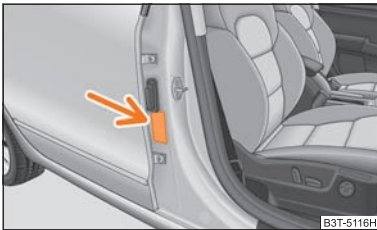

Fig. 166 Autocolant pe stâlpul central al portierelor, partea pasagerului față
- Asupra acestui aspect atenționează și autocolantul amplasat pe partea dreaptă, pe stâlpul central al portierelor → fig. 166. Eticheta poate fi observată după deschiderea portierei pasagerului față. În unele țări, eticheta este lipită și pe parasolarul pasagerului față.